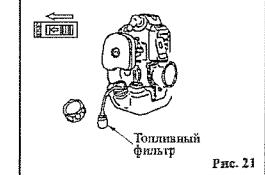

Рис. 21
2. Очистка топливного фильтра (Рис. 21)